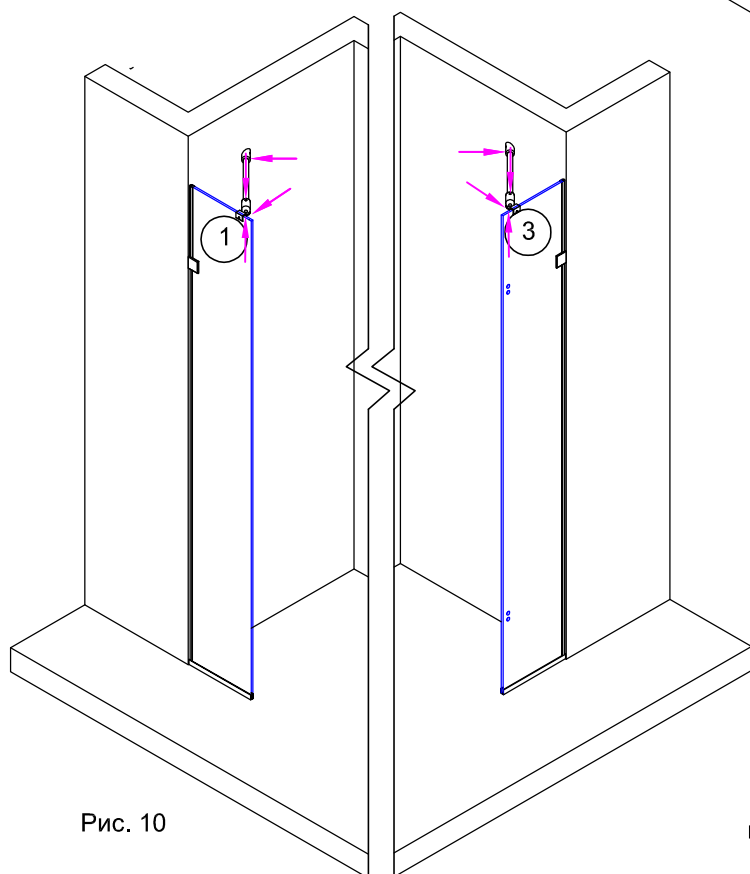

Рис. 10
3.6. Затянуть все фиксирующие винты на установленных на свои места собранных штангах (рис.10).